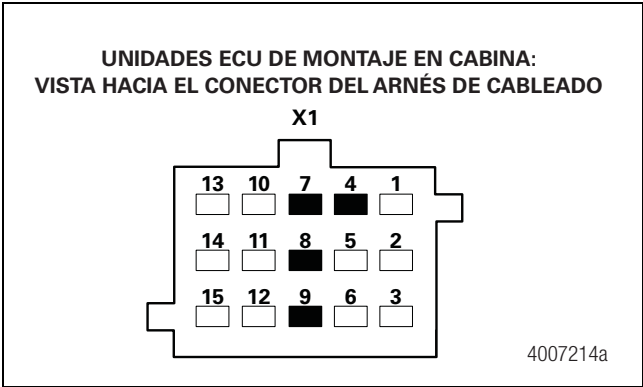
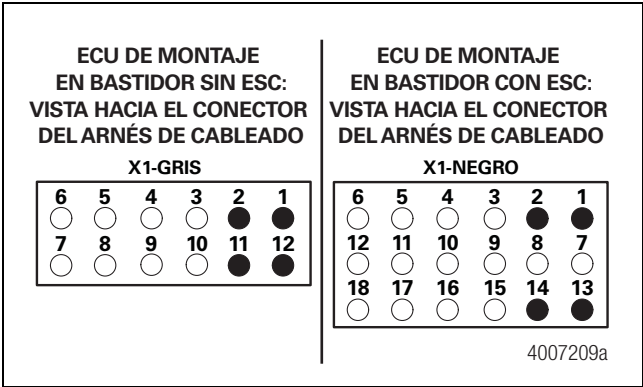

Figura 3.42
Figura 3.43
- Tomar mediciones en los pines del arnés de la ECU. Figura 3.42 y Figura 3.43.